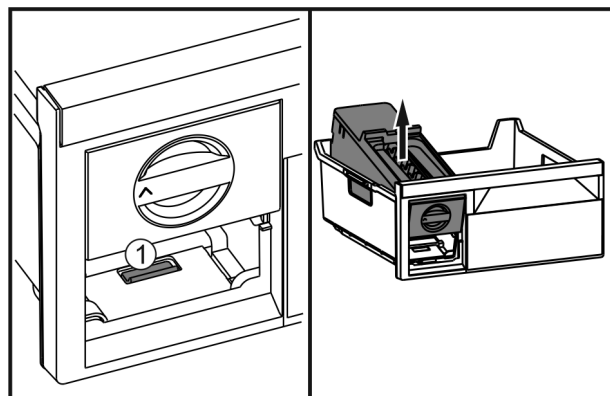

Fig. 80
- Trykk på bøylen Fig. 80 (1), løft opp EasyTwist-Ice bakfra og ta den ut av innfrysningsskuffen.